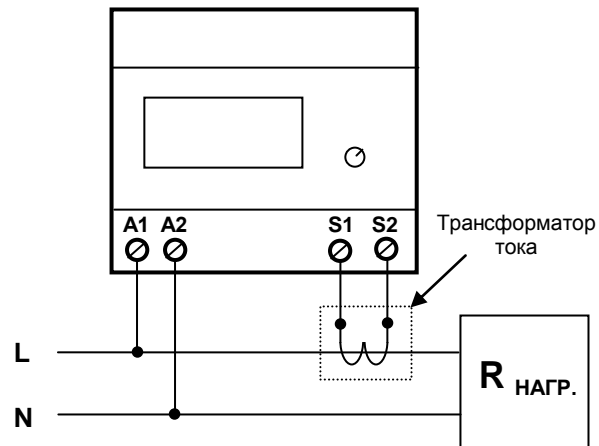

Рис.1. Типовая схема подключения амперметра «А-05».
4.3. Произвести подключение входной контролируемой сети, цепей питания согласно маркировке (Рис.1.): А1, А2 – питание; S1, S2 – вторичная обмотка трансформатора тока. Сечение подключаемых проводов должно быть 1,0... 1,5 мм2